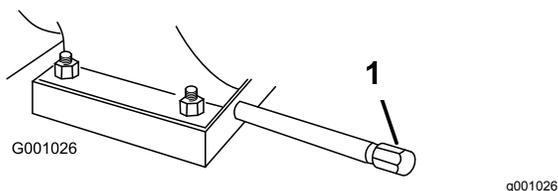

Figura 32
1. Pulite l'area attorno al tappo di spurgo dell'olio (Figura 32).